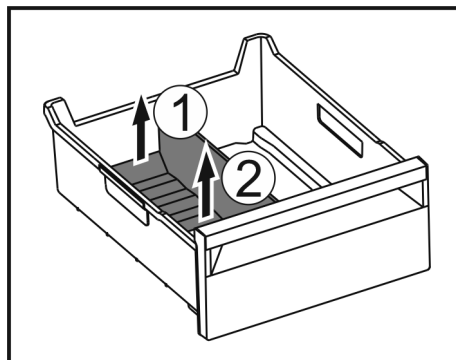

Fig. 146
- Soulever la partie arrière du séparateur de congélateur. Fig. 146 (1)
- Retirer le séparateur de congélateur par le haut. Fig. 146 (2)